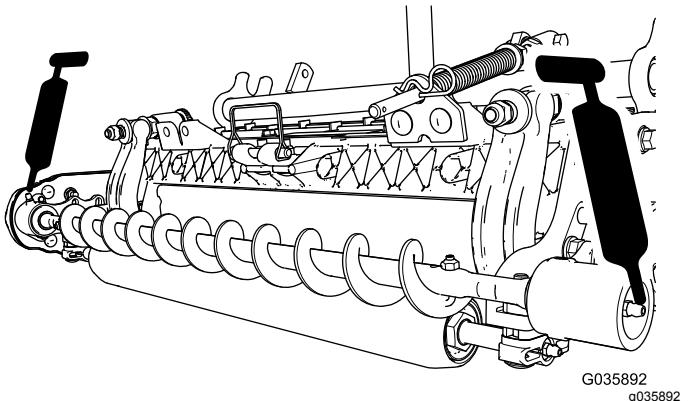

Рисунок 17
- Заправьте масленки на каждом корпусе подшипника щетки катка консистентной смазкой № 2 на литиевой основе (Рисунок 17).